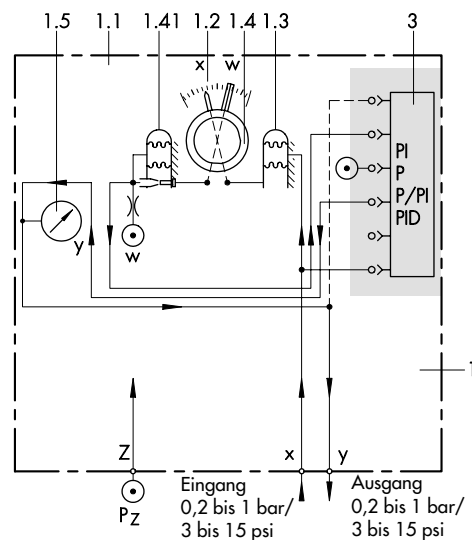
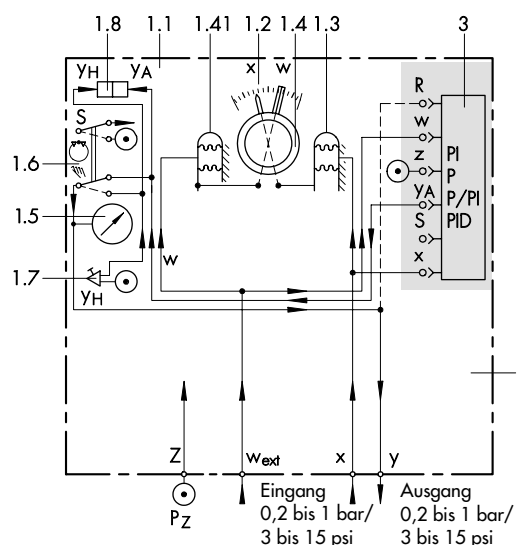
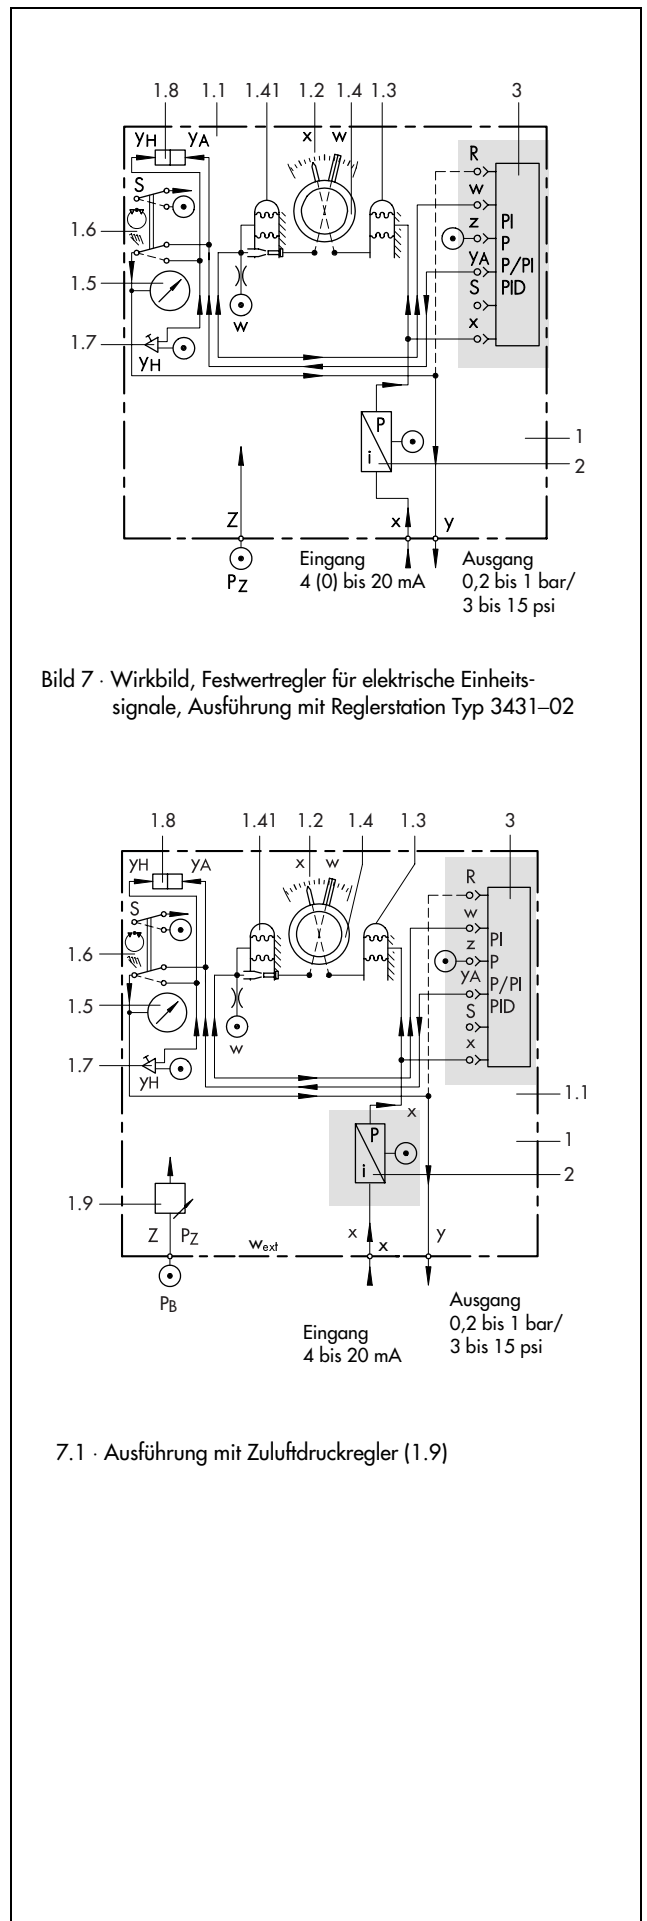

Bild 4 · Wirkbild, Festwertregler für pneumatische Einheitssignale, Ausführung mit Reglerstation Typ 3431-01
Bild 5 · Wirkbild, Folgeregler für pneumatische Einheitssignale und pneumatischem Eingang für  $w_{ext}$ , Ausführung mit Reglerstation Typ 3431-04
Bild 7 · Wirkbild, Festwertregler für elektrische Einheits-signale, Ausführung mit Reglerstation Typ 3431-02
Die in Bild 4 dargestellte Reglerstation (Festwertregler mit pneumatischem Eingang) enthält Skala (1.2), Istwertanzeige (1.3), Sollwertesteller (1.4) und Steckverbindungen zur Aufnahme eines Reglerbausteins (3). Beim Herausziehen des Bausteins werden die pneumatischen Steckverbindungen dicht abgeschlossen. Das Istwertersignal  $x$  erzeugt an dem Balg-Meßsystem der Istwertanzeige (1.3) einen Ausschlag, der über ein Zeigerwerk auf den Zeiger übertragen wird. Der Sollwert (Führungsgröße  $w$ ) ist von vorne an der Skala (1.2) einstellbar. Die Stellung des Sollwertestellers (1.4) wird über ein Zeigerwerk auf den Sollwertgeber übertragen. Dieses Nachlaufsystem (1.41) formt den eingestellten Sollwert in ein pneumatisches Sollwertersignal ( $w$ ) um, das dem Reglerbaustein zugeführt wird. Der Reglerbaustein vergleicht Istwert- und Sollwertersignal ( $x$  und  $w$ ) und steuert in Abhängigkeit von der Regelabweichung und den eingestellten Regelparametern das Stellsignal  $y_A$  aus. Das Stellsignal ist mit der Stelldruckanzeige (1.5) und dem Ausgangsanschluss  $y$  verbunden.
Die in Bild 5 gezeigte Reglerstation (Folgeregler mit pneumatischem Eingang) entspricht weitgehend der Ausführung nach Bild 4. Sie enthält jedoch zusätzlich einen Hand-/Automatik-Schalter (1.6), einen Einsteller für Handbetrieb (1.7) und eine Differenzdruckanzeige (1.8). Stelldruckanzeige (1.5) und Ausgangsanschluss  $y$  sind bei Schalterstellung AUTOMATIK mit dem Automatik-Stellsignal  $y_A$  und bei Schalterstellung HAND mit dem am Einsteller (1.7) eingestellten Hand-Stellsignal  $y_H$  verbunden. Eine stoßfreie Umschaltung von Hand- auf Automatikbetrieb ist möglich, wenn der Differenzdruckanzeiger die Übereinstimmung von  $y_A$  und  $y_H$  anzeigt. Bei allen Folgereglern entfällt der Sollwertesteller (1.4), der durch eine Sollwertanzeige ersetzt wird. Die hier gezeigte Ausführung hat einen pneumatischen Eingang für die externe Führungsgröße  $w_{ext}$ .
Die Ausführung mit i/p-Umformer (Bild 7) eignet sich für den Anschluss an elektrische Eingangssignale (Regelgröße  $x$ ) von 4 bis 20 mA oder 0 bis 20 mA. Hierbei wird das Einheitssignal eines Messumformers dem i/p-Umformer (2) zugeführt und in ein pneumatisches Einheitssignal von 0,2 bis 1 bar umgeformt. Die Reglerstationen entsprechen weitgehend den in Bild 4, 5 und 6 gezeigten Ausführungen. Sie enthalten jedoch zusätzlich einen i/p-Umformer (2). Sein Ausgangssignal wird dem Balg-Messsystem der Istwertanzeige (1.3) und dem Reglerbaustein (3) zugeführt. Folgeregler mit elektrischem Eingang  $w_{ext} = 4$  bis 20 mA oder 0 bis 20 mA haben einen zusätzlichen i/p-Umformer.